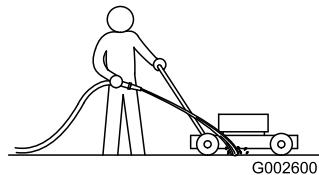

Figure 21
4. Tenez un tuyau d'arrosage à hauteur du guidon et dirigez le jet d'eau devant la roue arrière droite (Figure 21).